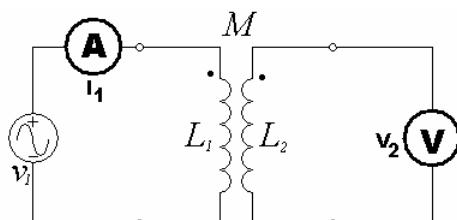

Figura 10
Utilize o esquema indicado na Figura 10 para aplicar uma tensão qualquer ($3-7 \text{ V}_{\text{rms}}$) senoidal em 60Hz para V_1 . Meça a corrente I_1 e com a equação (13) calcule o módulo de M . Insira os dados na Tabela 6.